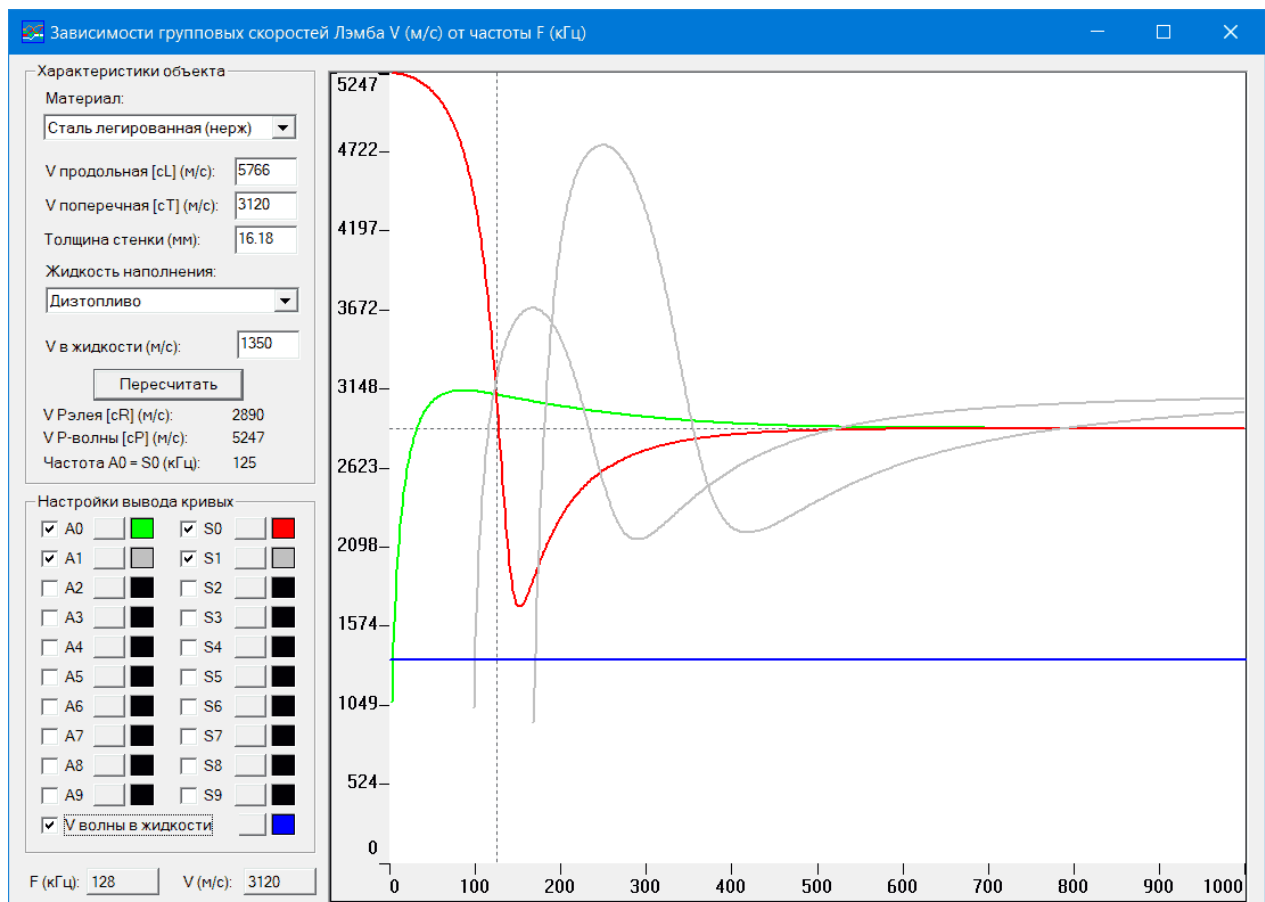

Рис. 15.4. Диалоговое окно с дисперсионными кривыми
- ✧ дисперсионные кривые  $V(F)$ , рассчитанные в окне **Зависимости групповых скоростей Лэмба  $V$  (м/с) от частоты  $F$  (кГц)** (рис. 15.4) и преобразованные по формуле  $t(f) = T_0 + \frac{L}{V(F)}$ , где  $T_0$  — время излучения сигнала,  $L$  — расстояние от ПАЭ до АЭ источника;
Для построения дисперсионных кривых следует выбрать команду главного меню **Вид – Дисперсионные кривые**. После этого появляется диалоговое окно **Зависимости групповых скоростей Лэмба V (м/с) от частоты F (кГц)** (рис. 15.4).